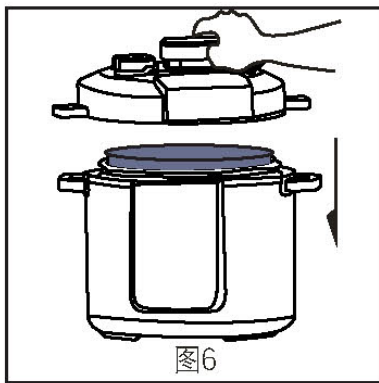

图6
4. 合盖：手握锅盖手柄，将锅盖按开盖时的方向放平在外锅上，按煲体上的合盖方向指示，顺时针旋转锅盖至扣合位置，并听到“咔嚓”扣合声(如图6、7所示)